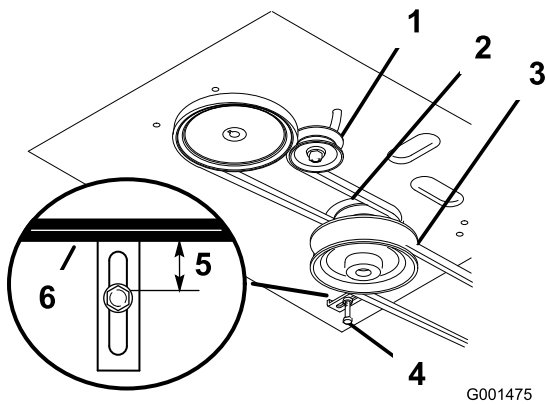

Figura 43
8. Compruebe que la guía de la correa, situada debajo del bastidor del motor, está ajustada correctamente (Figura 43).
Nota: La distancia entre la guía de la correa y la correa del cortacésped debe ser de 19 mm (3/4") cuando la correa del cortacésped está engranada (Figura 43). Ajuste la correa del cortacésped si es necesario. La correa no debe rozar ni salirse de la polea si las guías y la tensión de la correa están correctamente ajustadas.